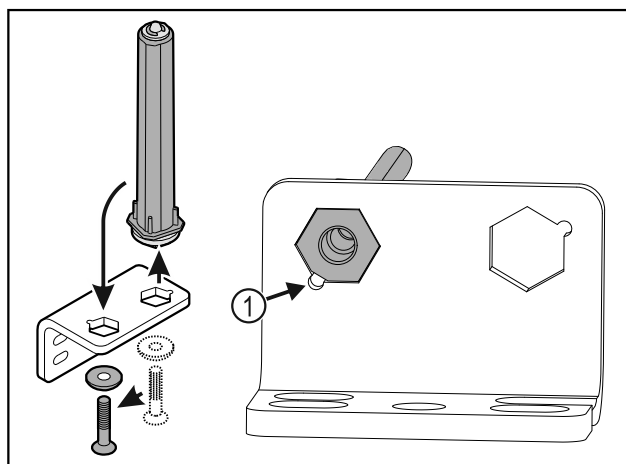

Fig. 40
- Bodite pozorni, da pri vstavljanju izravnalne točke sornika Fig. 40 (1) kažejo v smeri okrogle luknje.